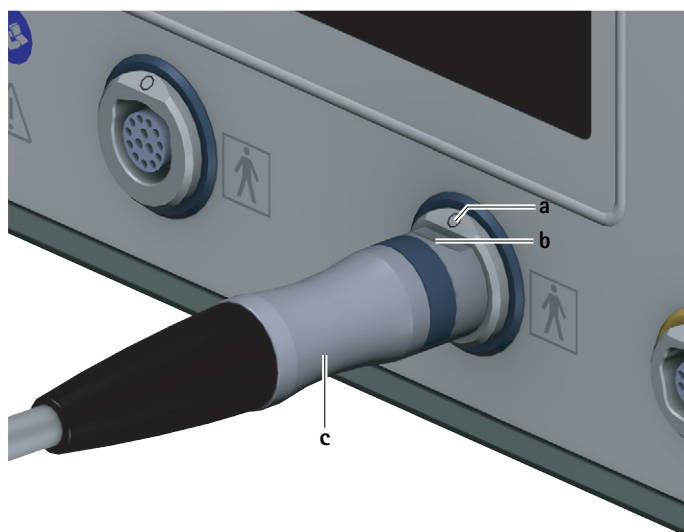

Fig. 3 Ligar cabo de motor
- ▶ Alinhar a ficha da unidade de controlo **c** no cabo de motor de tal forma que a marcação **b** na ficha coincida com a marcação **a** na tomada de ligação da unidade de aplicação **7**, ver Fig. 3.
- Retirar o cabo de motor na ficha para a unidade de controlo **c** da tomada de ligação para unidades de aplicação **7**, ver Fig. 3.